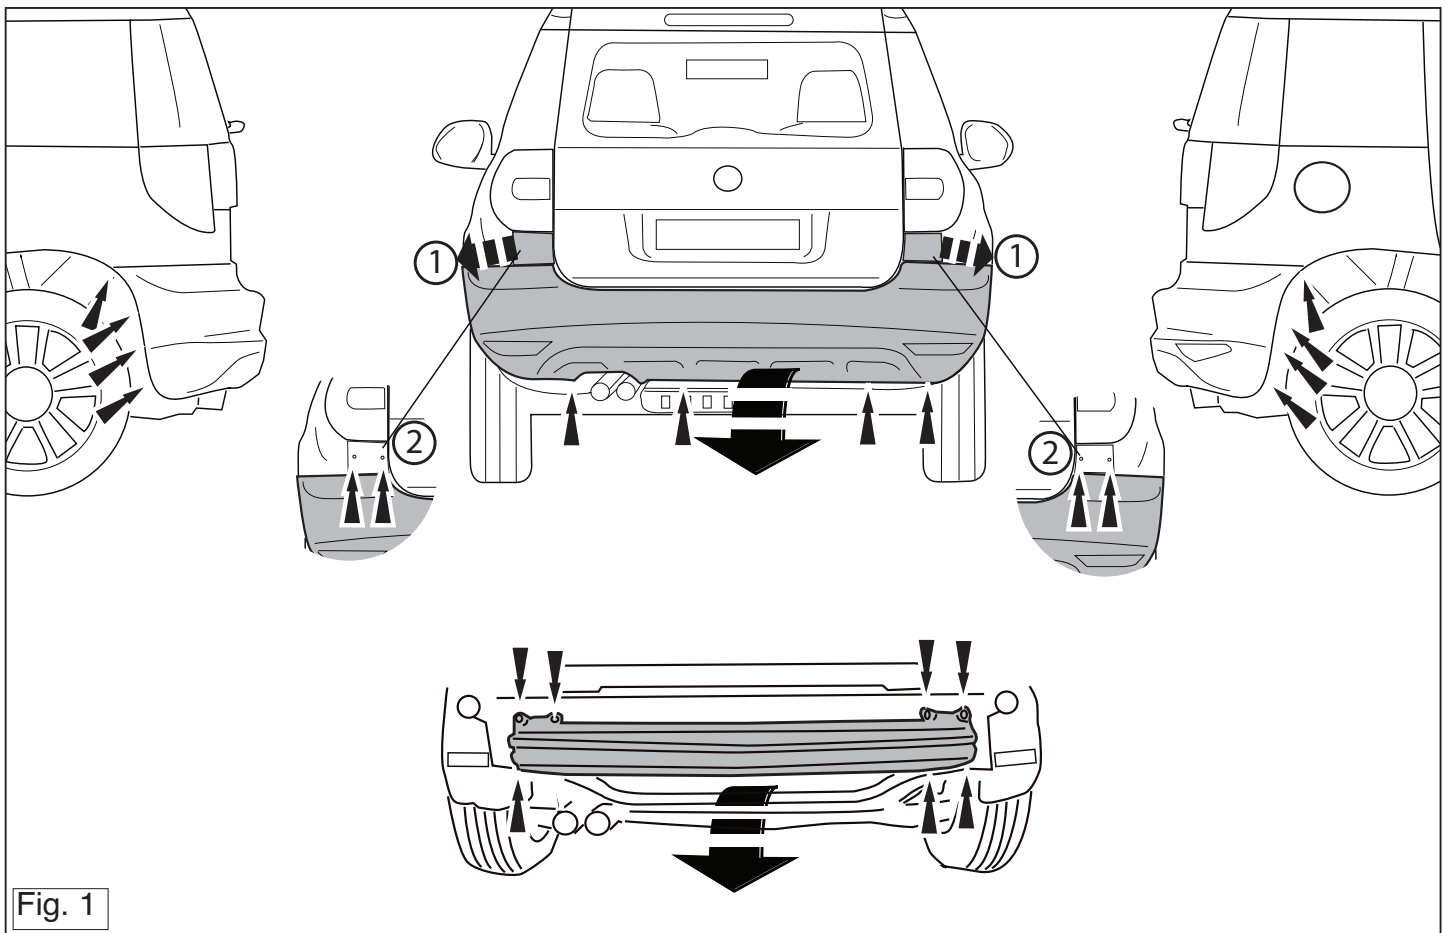

Fig. 1
- Remove bumper (Torx head screws around each wheel arch, along lower edge of rear panel, beneath each light cluster (light cluster must be removed). and the steel buffer beam from the vehicle. The buffer beam will no longer be needed. Replace the bolts. See figure 1.
1. Die Stoßstange einschließlich des stählernen Stoßbalkens vom Fahrzeug abmontieren. Der Stoßbalken wird nicht mehr benötigt. Die Schrauben wieder anbringen. See figure 1,
1. Déposer le pare-chocs du véhicule y compris la traverse en acier ; la traverse ne sera plus utilisée. Remettre les boulons de fixations en place. Voir la figure 1.